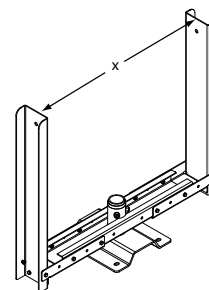

Figure 13 — Largeur du ventilateur pour le support de fixation au plafond
- Voir la largeur du ventilateur dans la table ci-dessous et la Figure 13. Placer le moyeu tournant entre les deux bras et coulisser les bras pour obtenir la largeur souhaitée. Attacher avec quatre (4) boulons de 5/16 x 3/4 po de chaque côté du moyeu tournant.